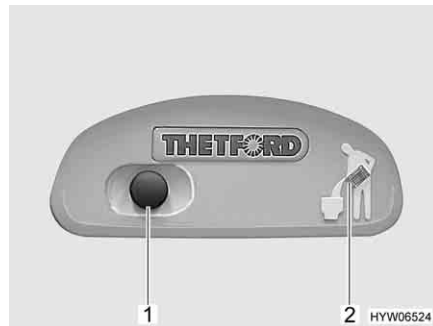
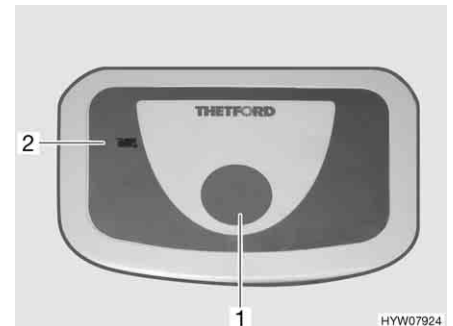

Bild 193 Spolknapp/kontrollampa Thetford-toalett
Bild 194 Spolknapp/kontrollampa Thetford-toalett (alternativ)
- För att spola, tryck på den blå spolknappen (Bild 193,1 resp. Bild 194,1).
Kontrollampan (Bild 193,2 resp. Bild 194,2) lyser när latrintanken måste tömmas.